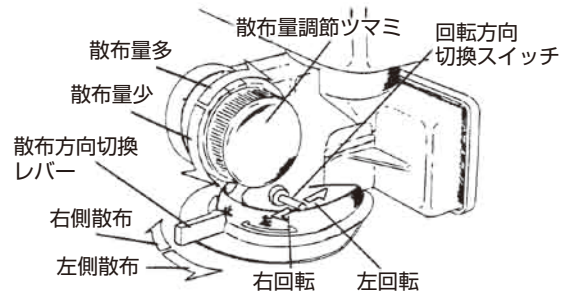

図6
3. 回転方向切換スイッチで“右回転”または“左回転”に入れ、モーターを回転させて下さい。(図6)
4. 散布量調節つまみを手前へ回すと、シャッターが開き、肥料、農薬を散布することができます。(図6)